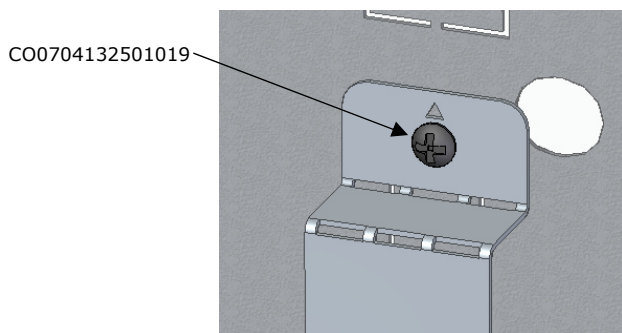

Figura 8 – Marca triangular do módulo voltada para cima
- Fixe o módulo Wi-Fi na furação correspondente ao rasgo da micro-junta (quando necessário); utilizando os dois parafusos DIN 7981 4,2x9,5 (Figura 8), **com o especial cuidado de colocar o símbolo Wi-Fi do módulo voltado para cima (Figura 3 e Figura 6).**
- Fixe o suporte do módulo Wi-Fi na furação correspondente ao rasgo da micro-junta (quando necessário); utilizando os dois parafusos DIN 7981 4,2x9,5 (Figura 8), **com o especial cuidado de colocar o símbolo Wi-Fi do módulo voltado para cima (Figura 3 e Figura 6).**